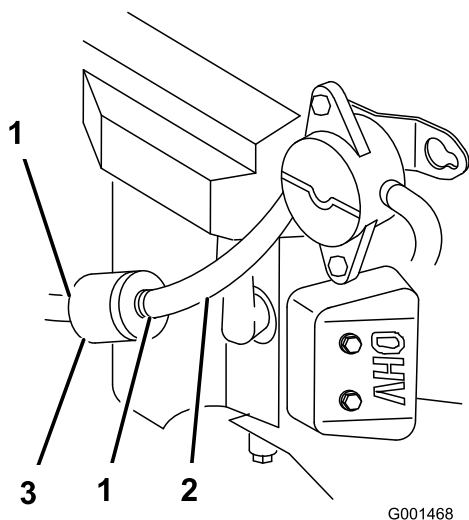

図 51
3. 燃料タンクにごみが入るのを防止するために、キャップ (図 51) の周囲をきれいに拭く。
4. 古いフィルタのクランプをゆるめて脇に寄せる（図 51）。